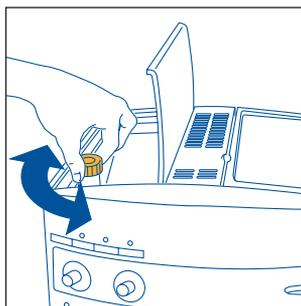

Fig. 17
**NOTA 1:** si el café sale en gotas o no sale, hay que girar el regulador del molido (fig. 17) una posición hacia la derecha (véase § 6). Proceda moviéndolo a una posición por vez hasta obtener una erogación satisfactoria.
**NOTA 2:** si el café sale muy rápido y la crema no le satisface, gire un poco el regulador derecho (fig. 7) hacia la derecha. Haga varios cafés para determinar la posición correcta del regulador. No gire mucho hacia la derecha porque el café podría salir muy lentamente (a gotas), especialmente cuando se desean hacer dos tazas de café. Si después de algunos cafés no obtiene una crema que le satisfaga, gire también el regulador del molido (fig.17) una posición hacia la izquierda (véase § 6).
Para resolver este inconveniente es necesario regular el molido del molinillo girando el regulador (fig.17) una posición hacia la izquierda (tal como descrito en el cap. 6).
De todas maneras, después de haber hecho los primeros cafés, si la erogación fuera muy rápida o muy lenta (a gotas) es necesario corregirla con el regulador del grado de molido (fig. 17). Girando el regulador una posición hacia la derecha (igual a una cifra), el café sale más rápidamente (sin gotas).